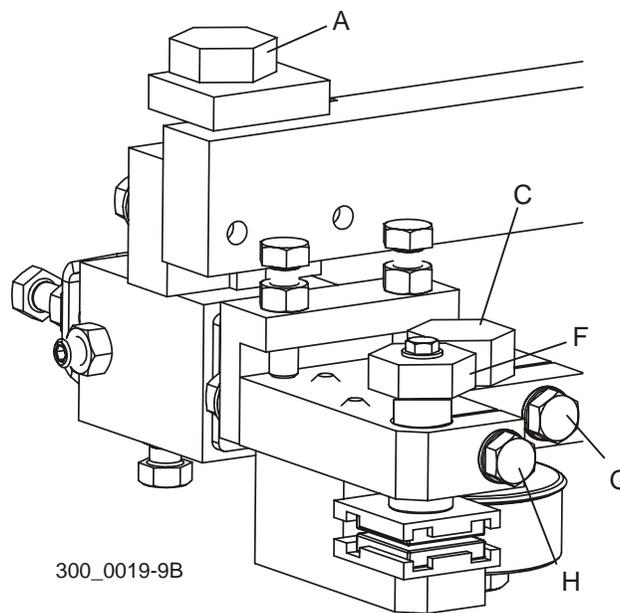

FIGURA 7-3
Vea la Figura 7-3. Ajuste las guíasieras para que no toquen la hoja de sierra de ninguna forma. Afloje el perno de la abrazadera (H) y gire el perno de bloque de guía superior (F) en sentido contrario a las agujas del reloj para subir el bloque de guía superior alejándolo de la hoja de sierra. Gire el perno del conjunto de guíasierra (A) en sentido contrario a las agujas del reloj para mover el bloque de guía inferior hacia abajo alejándolo de la hoja de sierra. Compruebe que el rodillo de guíasierra no toque la hoja de sierra. Afloje el perno de abrazadera (G) y gire el perno del rodillo (C) si es necesario para alejar el rodillo de la sierra.